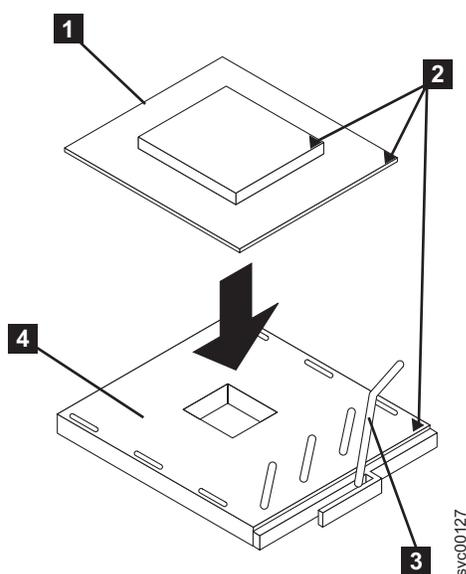

図 189. 開放位置にあるマイクロプロセッサ・ロック・レバー
3. ロック・レバー **3** を回して閉鎖位置から開放位置にします (図 189 を参照)。